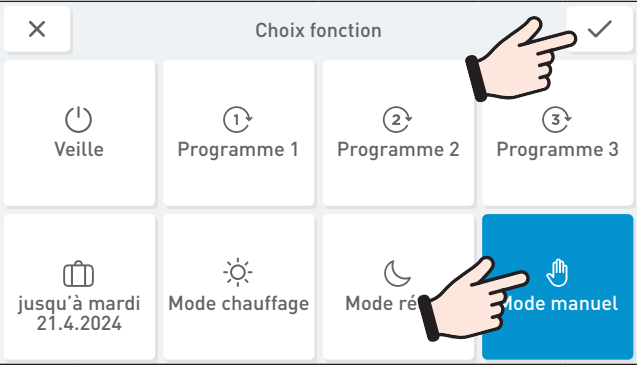

Fig. 46 Sélectionner et confirmer le mode manuel
► Sélectionner et confirmer le mode manuel ✓ – Fig. 46.